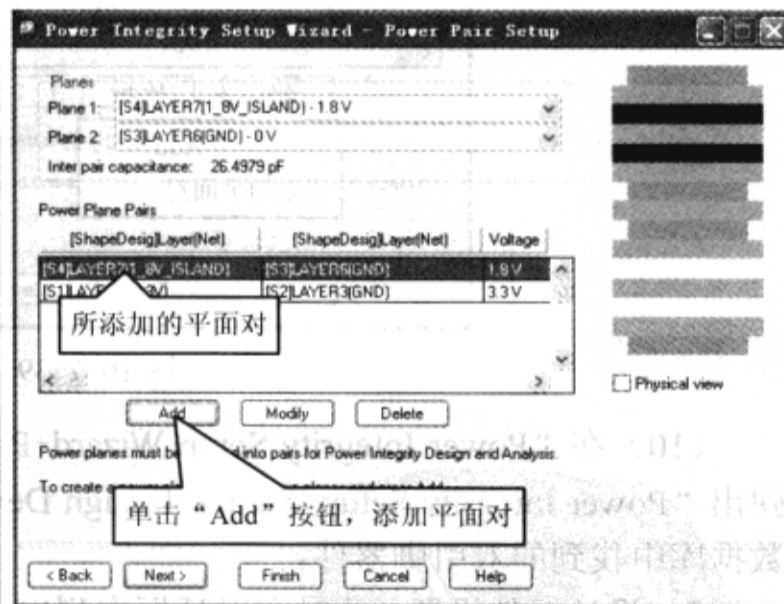

图 10-7-36 添加平面对
(6) 单击“Add”按钮添加平面对，如图 10-7-36 所示。